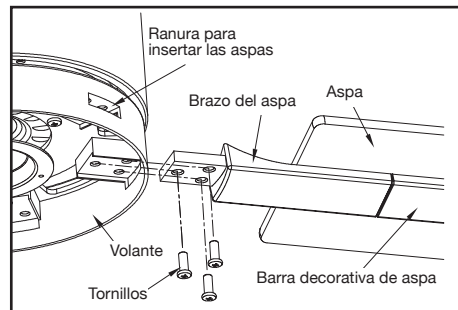

Figura 12
2. Inserta el ensamblaje del asa en la abertura del centro del volante, alinea los tres orificios para tornillo del ensamblaje con sus correspondientes en el volante y asegura con los tornillos incluidos. Repite el procedimiento para ensamblar las aspas restantes. (Figura 12)